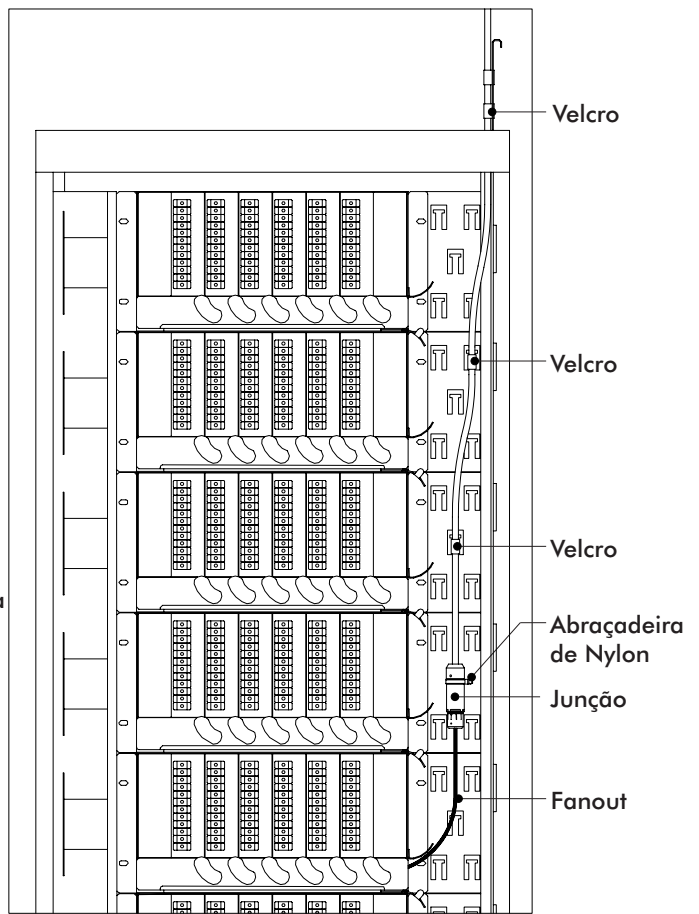

Figura 9
2. Guie os cabos Trunks – Fanouts até próximo aos Sub-Racks pela parte traseira da passagem lateral de cabos do Rack FTH-600. Utilize a Velcro dupla face para a fixação durante o caminho e as abraçadeiras de Nylon de 150 mm na fixação da junção. Conforme mostrado na Figura 9.